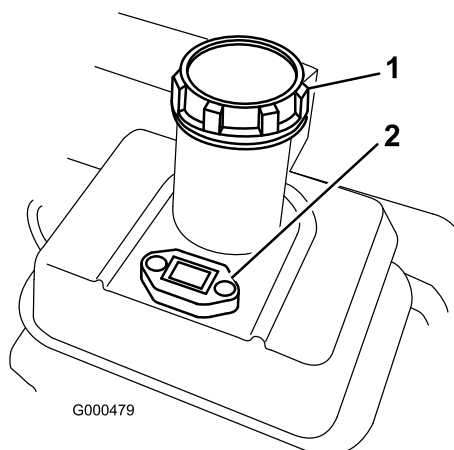

Figure 15
1. Nettoyez tout autour du bouchon du réservoir d'essence et retirez le bouchon (Figure 15). Faites le plein d'essence sans plomb sans dépasser la base de l'écran du filtre. Ne remplissez pas excessivement.